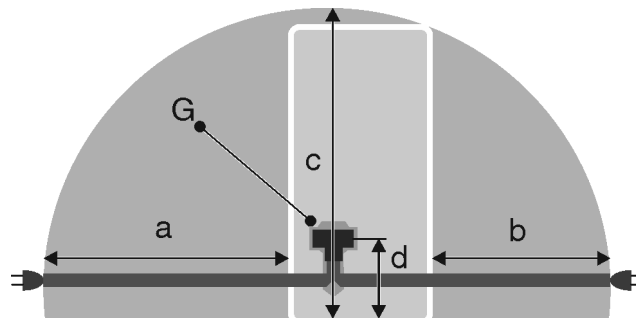

Fig. 25
- Контактът трябва да е извън зоната на задната страна на уреда и в рамките на дефинираната зона Fig. 25 (a, b, c).
- Включете щепсела на уреда Fig. 25 (G) от задната страна на уреда. Обърнете внимание на доброто фиксиране.